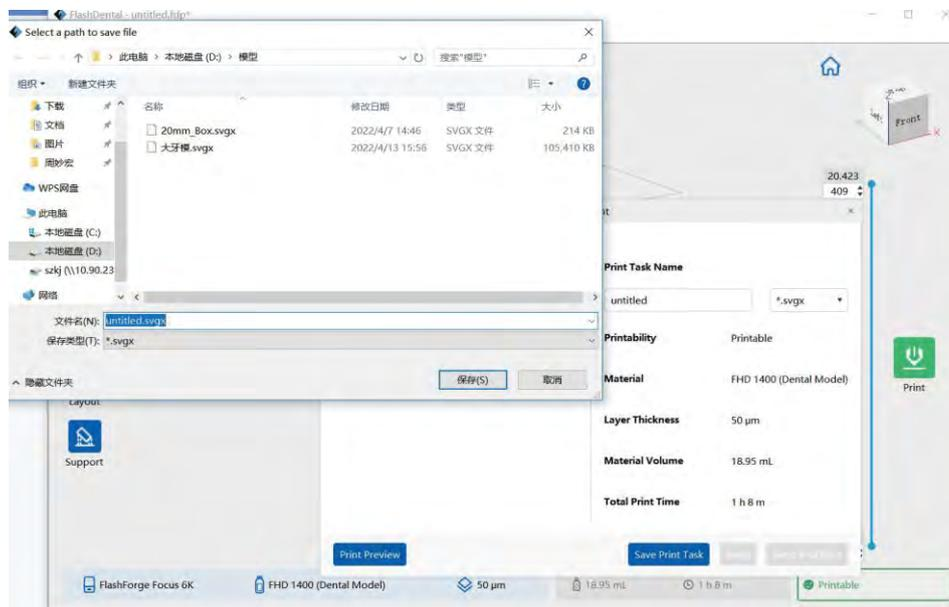

図60
6. 図60に示すように、ソフトウェアのメインインターフェースの右側にある[Print] ボタンをクリックし、スライスしたファイルを保存するパスを選択し、[Save Print Task]をクリックします。すると、スライスされたファイルの生成が開始されます。